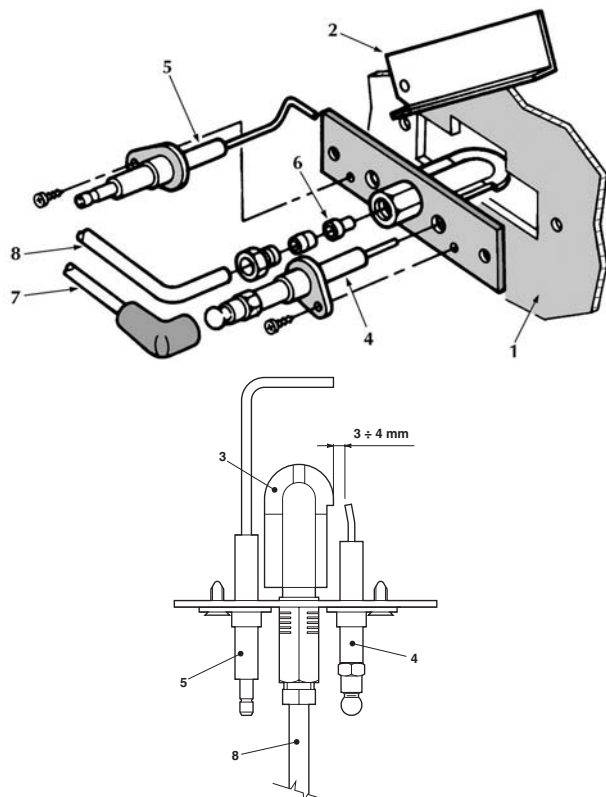

fig. 10 - Bruciatore pilota
- Gli elettrodi devono essere liberi da incrostazioni e correttamente posizionati (vedi fig. 10).
Dopo alcuni tentativi d'accensione, la centralina elettronica mette in blocco la caldaia.	Pulire con aria compressa gli ugelli dei bruciatori pilota. Controllare che l'arrivo del gas alla caldaia sia regolare e che l'aria sia stata eliminata dalle tubazioni. Controllare che gli elettrodi siano correttamente posizionati e senza incrostazioni (vedere fig. 10). Verificare che la caldaia sia allacciata ad una buona connessione di terra. Controllare i collegamenti agli elettrodi d'accensione e di ionizzazione.
In fase d'accensione, non avviene la scarica tra gli elettrodi.	Controllare che gli elettrodi siano correttamente posizionati e senza incrostazioni (vedere fig. 10). Termostato di regolazione regolato troppo basso. Controllare l'alimentazione elettrica. Controllare i collegamenti agli elettrodi d'accensione e di ionizzazione. Controllare i collegamenti alla centralina elettronica di controllo fiamma. Verificare che non siano invertiti FASE-NEUTRO e che i contatti alla massa siano efficaci. Verificare la pressione del gas in entrata e eventuali pressostati gas aperti. Riarmare il termostato di sicurezza. Assicurarsi che il termostato ambiente sia chiuso.